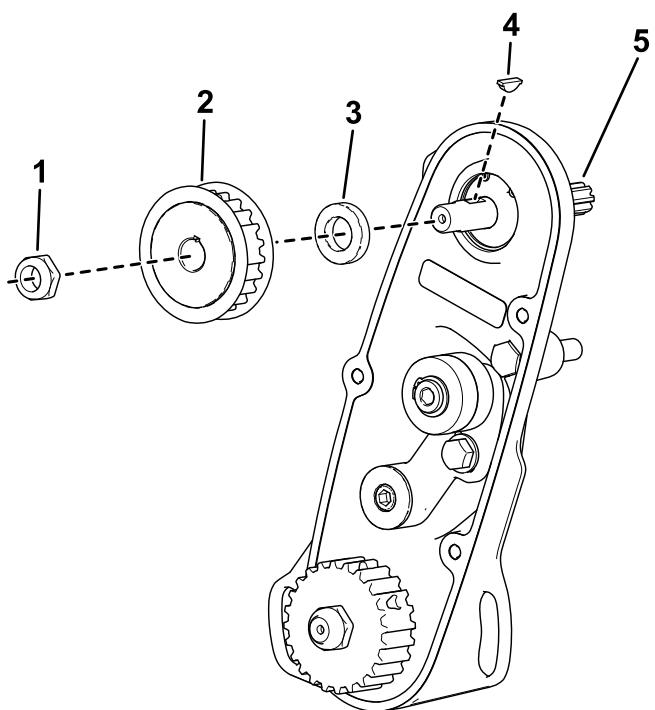

图 5
F. 拆下螺母、皮带轮、隔片和钥匙 图 5。
G. 拆下现有滚刀驱动轴 图 5。